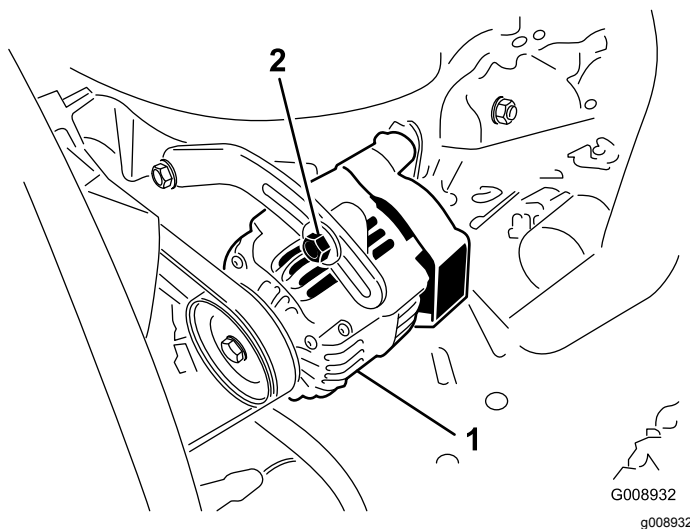

Figure 54
Vérifiez l'état et la tension des courroies (Figure 54) toutes les 100 heures de fonctionnement.
2. Si tel n'est pas le cas, desserrez les boulons de montage de l'alternateur (Figure 54). Augmentez ou diminuez la tension de la courroie et resserrez les boulons. Contrôlez de nouveau la flèche de la courroie pour vérifier si la tension est correcte.